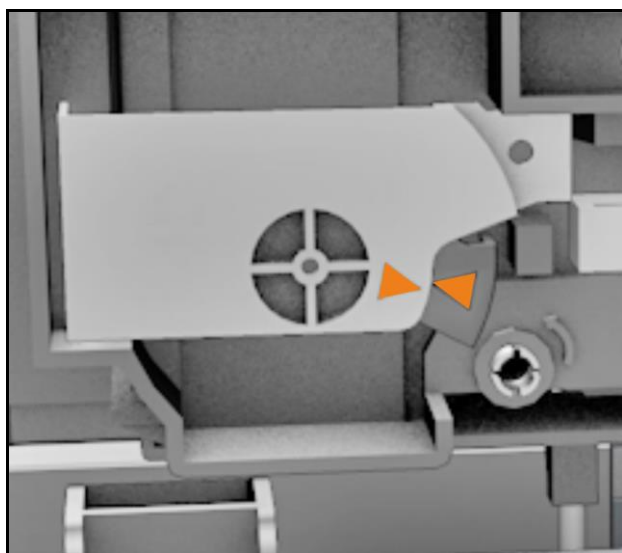

Figura 160 Unidade de limpeza destrancada
6 Utilizando uma chave de parafusos e através do sistema de destrancamento da cabeça de impressão (B), girar esta cabeça (A) 90° no sentido anti-horário para a posição de destrancamento (consulte Figura 160).